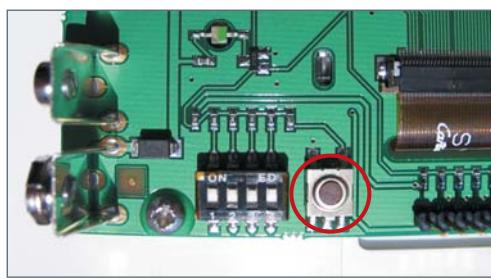

fig.1 - bouton poussoir du Remota™
- Avant toute manipulation, repérer le bouton poussoir sur la carte électronique du Remota™. (fig.1)
- appuyer sur le bouton poussoir du Remota™ (fig. 1) jusqu'à obtention du message "APPRENTISSAGE" sur l'écran et du clignotement du voyant orange